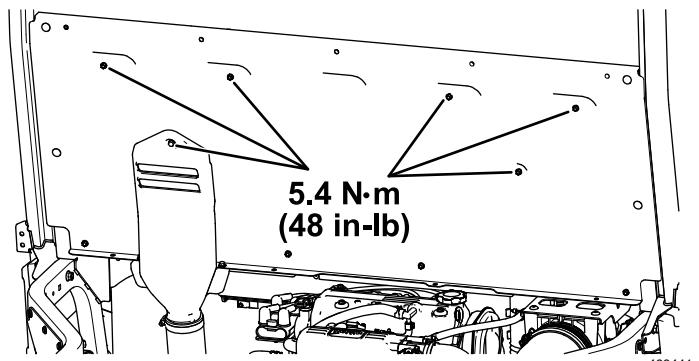

Bild 30
- H. Ziehen Sie die fünf Sechskant-Scheibenkopfschrauben ($\frac{1}{4}$ " x $\frac{3}{4}$ ") und die unverlierbare Schraube an der CVT-Ansaughaube auf ein Drehmoment von 5,4 N·m fest, wie in Bild 30 dargestellt.